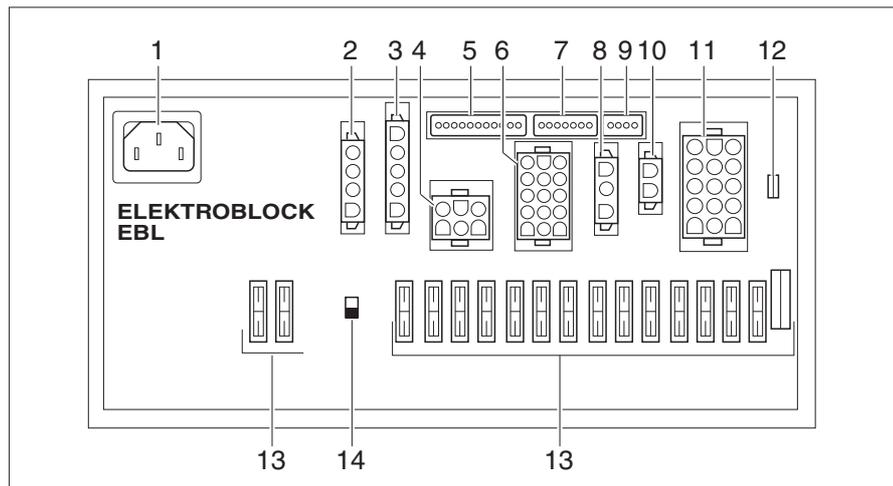

Fig. 256 Centralina elettrica (EBL 102)
**Ubicazione** A seconda del modello, la centralina elettrica (Fig. 256) è montata nella console del sedile sotto il sedile del conducente o nella zona del garage o del gruppo sedile del bar (Globeline).
- ▷ L'interruttore staccabatteria (Fig. 256,14) disconnette dalla rete a 12 V tutte le utenze collegate alla centralina elettrica.